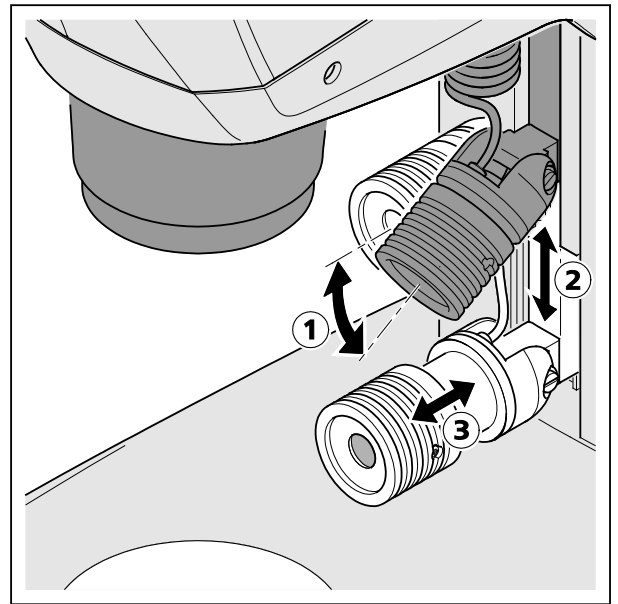

图21 设置点光源
- 将点光源推到所需高度(图21/2)。
- 设置点光源关节处的角度(图21/1)，从而让观察对象达到最佳照射效果。
- 通过轴向移动对焦部件(图21/3)来设置点的大小和亮度(照射变焦)。